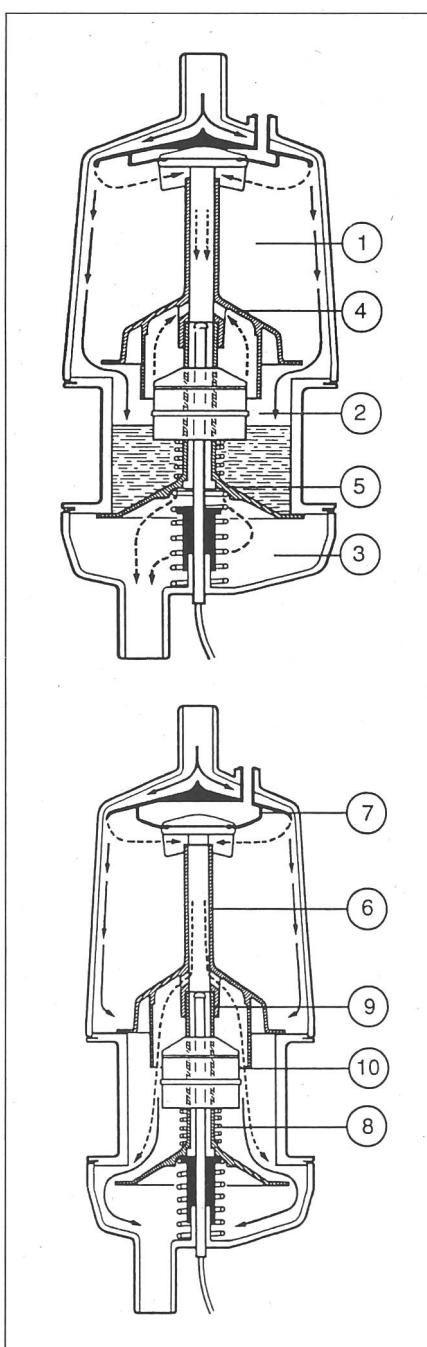

Abb. 15. Schnitt durch das Gerät **Manuflow 2** mit seinen wichtigen funktionellen Teilen:
Das Milchmengen-Messgerät **Manuflow 2** (Abb. 15) misst das Volumen der Milch. Es besteht aus der Vorratskammer (1) mit Milcheinlass, einer Messkammer (2) und einer weiteren Kammer (3), wo die gemessene Milch ausgeschleust wird.
Milch und Luft gelangen gemeinsam in den Messbehälter (1). Die Luft wird hier von der Milch getrennt, um Schaumbildung in der Messkammer zu verhindern. Die Luft gelangt direkt durch das Röhrchen (6) und den Auslass in die Melkleitung. Während des Melkens fliesst die Milch beim geöffneten Einlassventil (4) und geschlossenem Auslassventil (5) von der Vorratskammer (1) in die Messkammer (2). Der Schwimmer (10) steigt mit der einlaufenden Milchmenge (Abb. 15, oben). Sobald der Schwimmer eine bestimmte Höhe erreicht hat, gibt er Signal für die Steuerung, das Einlassventil (4) wird ge-